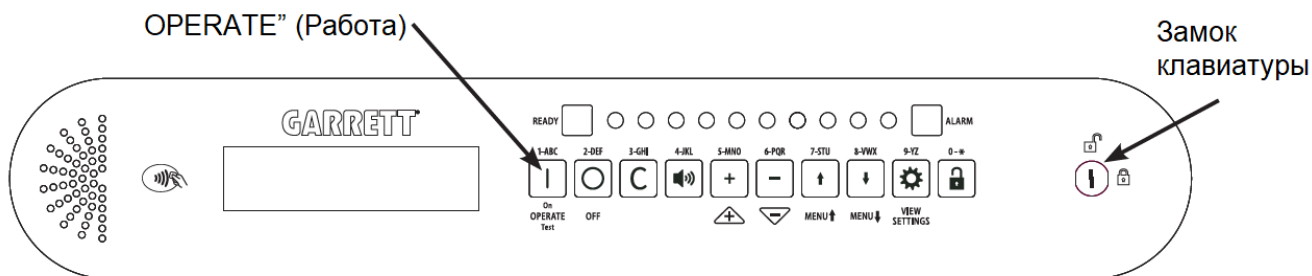

Рисунок 5
- Нажмите кнопку “OPERATE” (Работа), чтобы включить металлодетектор (см. Рисунок 5).